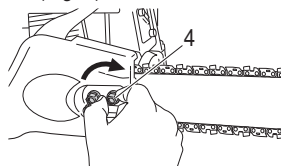

Fig. 6
- Luego, apriete las tuercas de fijación (4) manualmente permitiendo que el extremo de la barra de la guía se mueva de arriba a hacia abajo fácilmente. (Fig. 6)